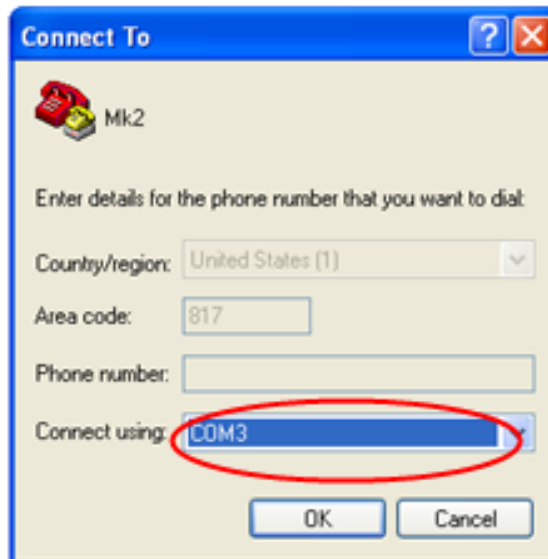

Fig.14
7. Dans la boîte de dialogue qui apparaît, Entrer le numéro de port noté à l'étape 6 dans l'onglet « Connect using ». Cliquer OK (Fig.14).